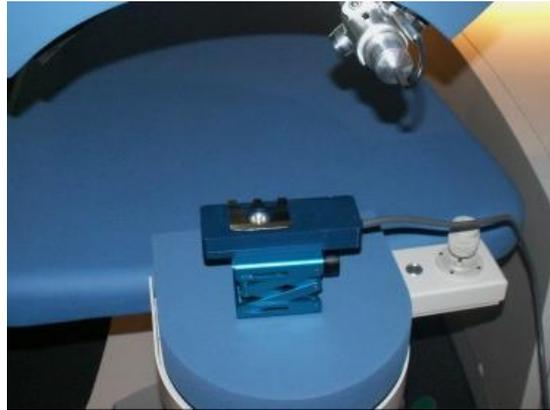

Abbildung 7-17: Fluence-Detektor mit Halterung für die HS-Folie
5. Verwenden Sie beide Positions-Spaltlichter zur Fokussierung und Zentrierung auf der Detektor-Oberfläche, um die korrekte Ebene annähernd zu erreichen. Bewegen Sie dann die Liege seitwärts, um die HS-Folie zur Perforationszone zu führen, wie in Abbildung 7-17 gezeigt, und kontrollieren Sie durch Beobachtung im Mikroskop die korrekte Höhe mit dem Positionslicht bzw. nehmen Sie (bei Bedarf ggf.) eine Feinabstimmung vor